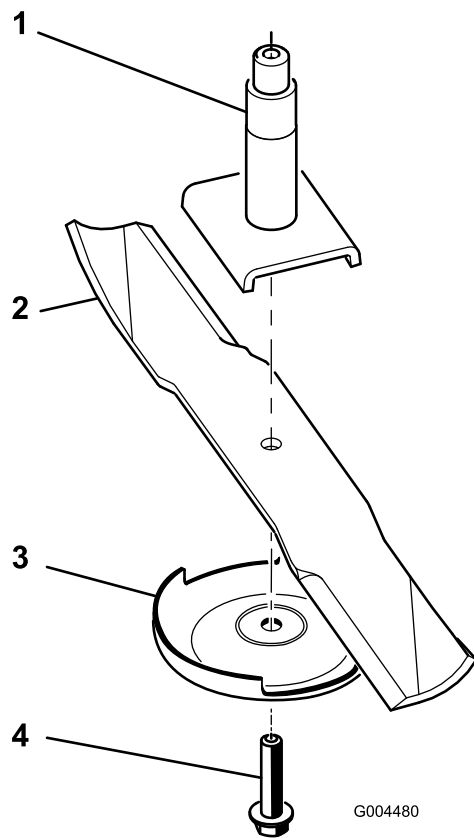

Figura 77
Nota: Si la cuchilla se mantiene horizontal, está equilibrada y puede utilizarse. Si la cuchilla no está equilibrada, rebaje algo el metal en la parte de la vela solamente con una lima (Figura 77). Repita este procedimiento hasta que la cuchilla esté equilibrada.
1. Instale la cuchilla en el eje (Figura 77).
2. Instale la placa protectora de césped y el perno de la cuchilla (Figura 77).